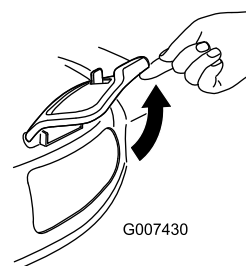

Figure 26
2. Lift open the side-discharge door (Figure 26).